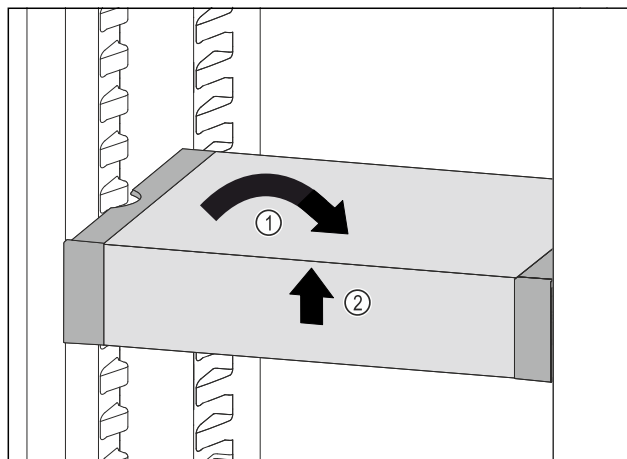

Fig. 113
- ▶ VarioSafe ustawić prosto. *Fig. 113 (1)*
- ▶ VarioSafe unieść z przodu. *Fig. 113 (2)*